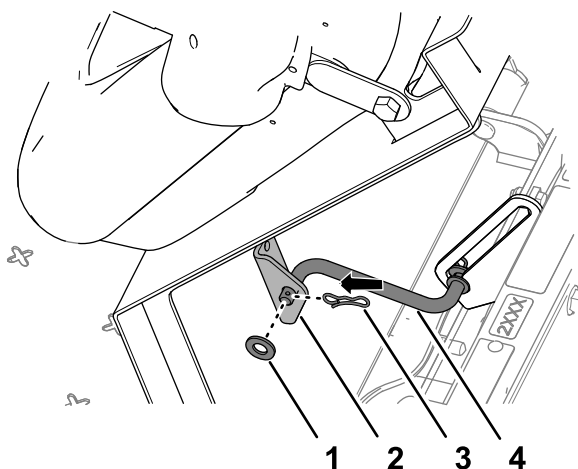

Figura 222
5. Monte a barra de apoio no suporte do banco com a anilha e perno de gancho (Figura 222).